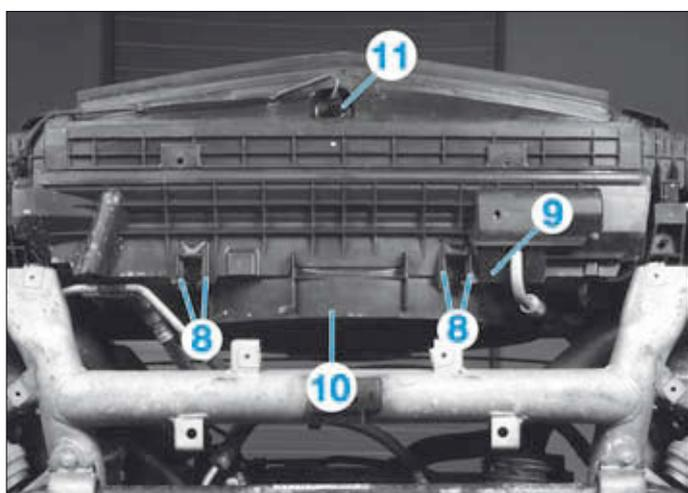

FIG.45
- Ecarter les pattes (8) afin de libérer le déflecteur (9) du bloc motoventilateur (10) (Fig.45).
- Débrancher le connecteur (11) de la sonde de température extérieure et mettre son faisceau électrique de côté.